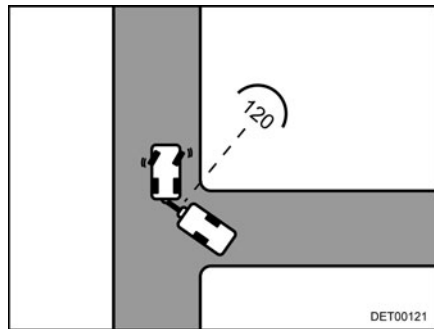

Fig. 13 Manœuvre à effectuer
- Dès que les deux véhicules se trouvent dans un angle de 120° l'un par rapport à l'autre, s'arrêter (Fig. 13).